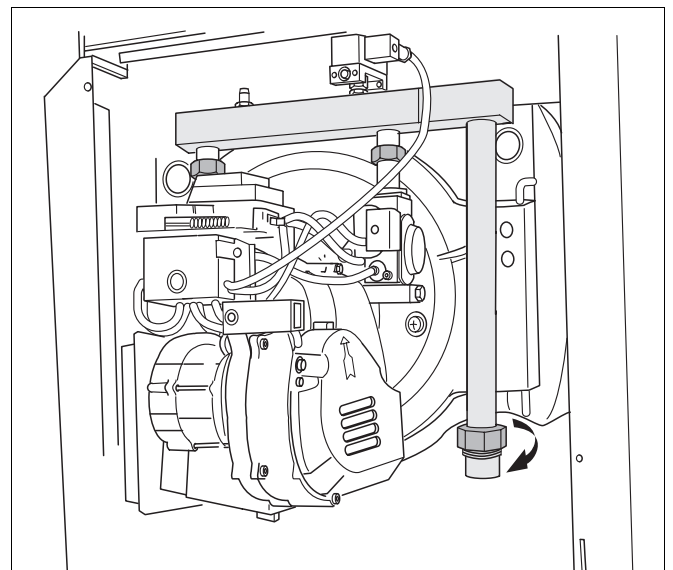

Abb. 11 Gasanschluss herstellen
- Spannungsfreien Gasanschluss herstellen (Abb. 11).